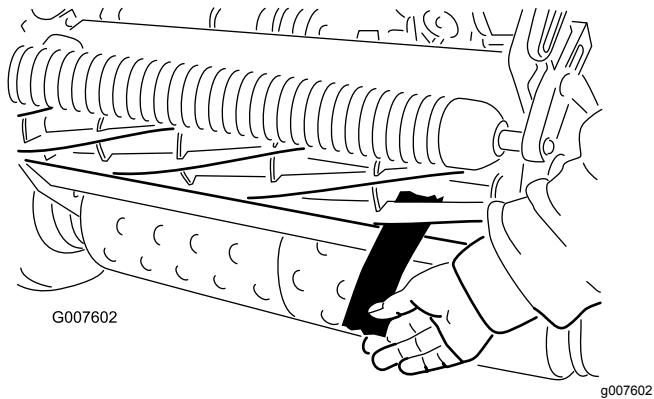

图53
12. 在滚刀与底刀间插入一长条 剪切性能检测纸纸要与底刀垂直检测剪切性能 图53。缓慢向前旋转滚刀滚刀应剪切检测纸。